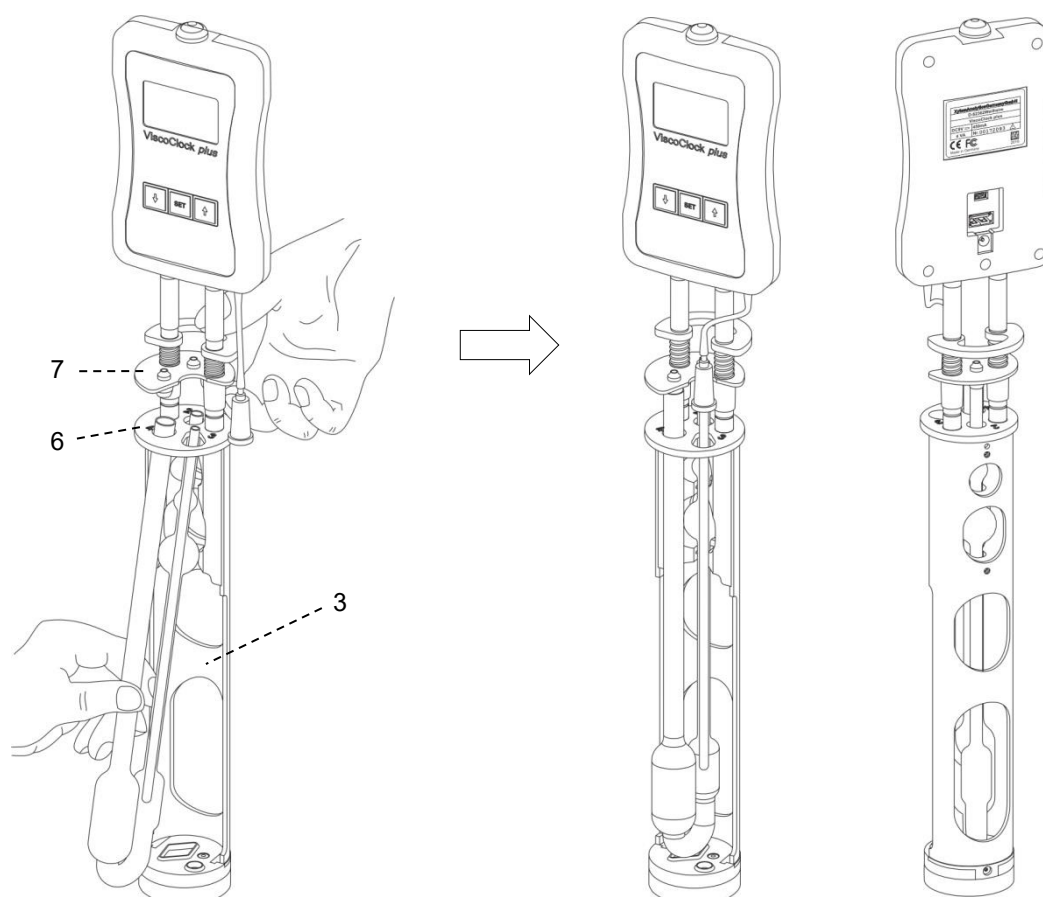

Fig. 3 Inserción del viscosímetro en el ViscoClock *plus*
Presione la placa de fijación (7) contra la placa de agarre (9) (véase la  Fig. 3).
- Inserte diagonalmente el viscosímetro desde la parte inferior a través de la placa perforada (6) y verticalmente en el prisma de entrada (2).
- Baje la placa de fijación (7).
- Verifique que el tapón de silicón esté bien colocado sobre el tubo de llenado (21) (tapón de silicón 8D) y el tubo capilar (22) (tapón de silicón 8S).
- **¡Coloque la tapa de silicón (10) en el tubo de la ventilación!**